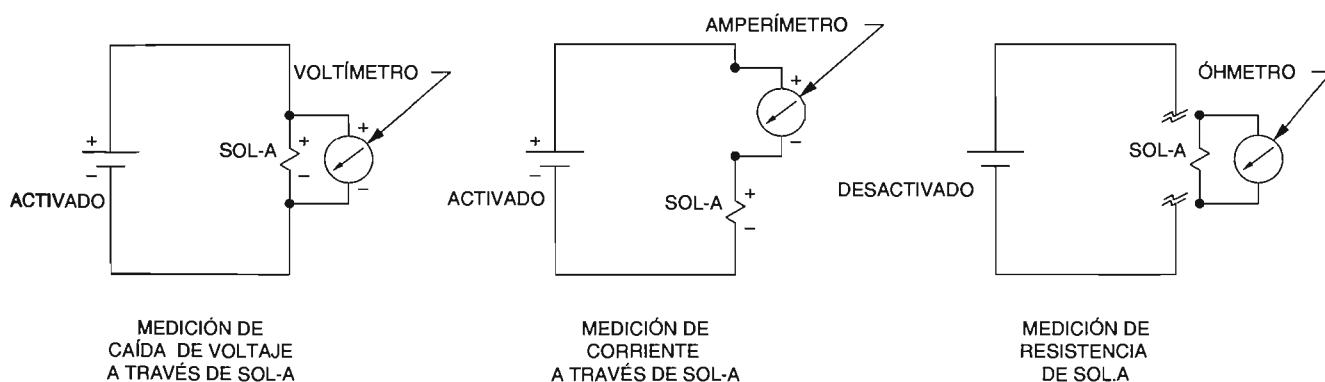

Figura 2-4. Mediciones de voltaje, corriente, y resistencia en un circuito de cc.
La figura 2-4 muestra cómo medir la caída de voltaje, la corriente y la resistencia en un circuito de cc. Pueden usarse, un multímetro o medidores por separado.
- Para medir la caída de voltaje a través de un componente, conecte un voltímetro, o un multímetro en el modo voltímetro, a través de las terminales del componente como se muestra en la figura 2-4. Después active la fuente de alimentación.
- Para medir la corriente fluyendo a través de un componente, asegúrese que la fuente de alimentación esté desactivada, después conecte un amperímetro, o un multímetro en el modo amperímetro, en serie con el componente, como se muestra en la figura 2-4. Después active la fuente de alimentación.
- Para medir la resistencia de un componente, asegúrese que la fuente de alimentación esté desactivada, después desconecte el componente desde el circuito. Esto puede pedirle que abra una o más conexiones de circuito. Conecte un óhmetro, o un multímetro en el modo óhmetro, en las terminales del componente como se muestra en la figura 2-4. El óhmetro tiene su propia fuente de alimentación interna (batería) que suministra la corriente requerida para medir la resistencia del componente.